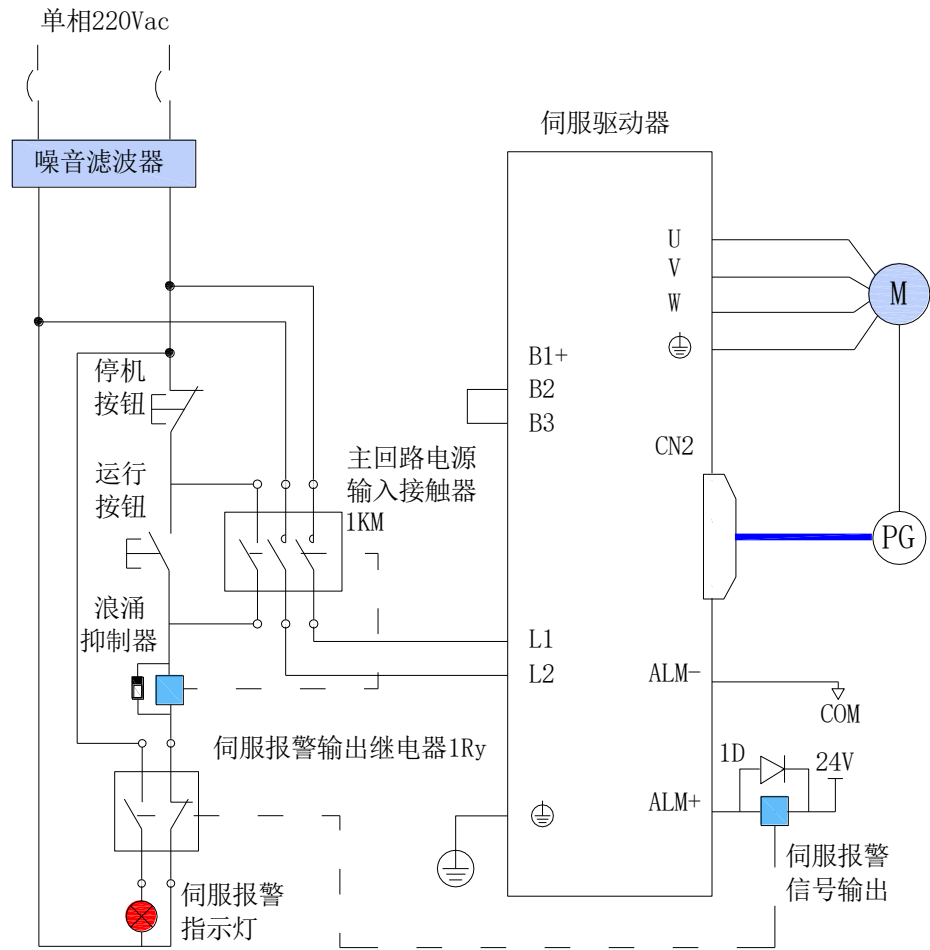

图4-4 单相220V主电路配线
- 请参考图 4-4、4-5 连接主电路电源, D0 设置为警报输出功能 (ALM+/-), 当伺服驱动器报警后可自动切断动力电源, 同时报警灯亮。